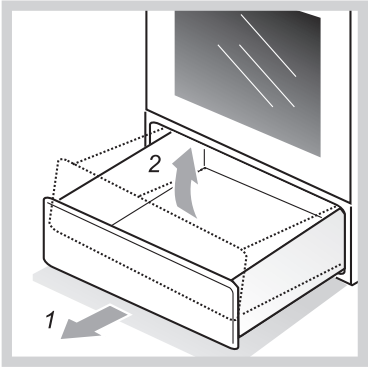

Рис. 7
- Как достать ящик, показано на рис. 7.